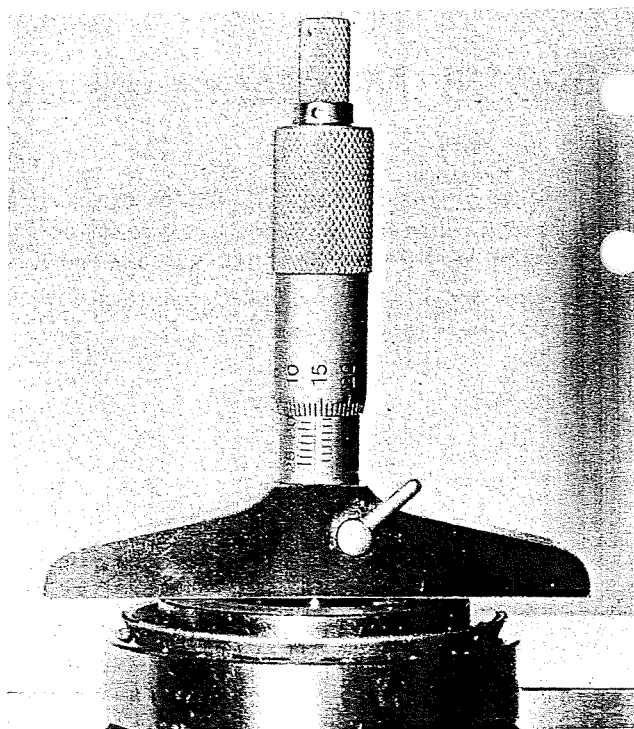

Fig. 27
2. Mät bredden på axiallagret genom att lägga ett antal justermellanlägg (11) på en planskiva och sedan placera lagret enligt fig. 27. Det mått justermellanläggens har, subtraheras sedan från det mått man får vid uppmätningen. OBS! Placeras inga justermellanlägg under den yttre lagerbanan kan mätningen ej utföras eftersom rullhållaren härvid kommer att ligga an mot planskivan och mätningen blir felaktig. Drag sedan måttet "A" från ovan erhållna värde.